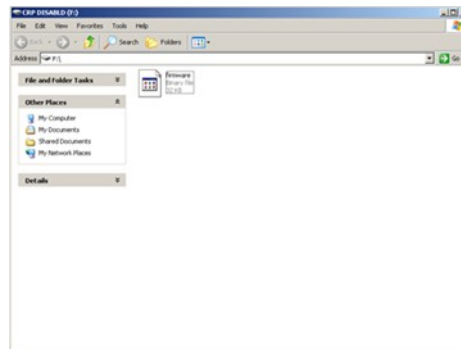

Figura 3: "Nuovo" disco del PC.
- Premete brevemente il tastino di aggiornamento (Vedi Figura 2) e dopo una ventina di secondi vedrete comparire tra le risorse del PC un nuovo disco (Vedi Figura 3)